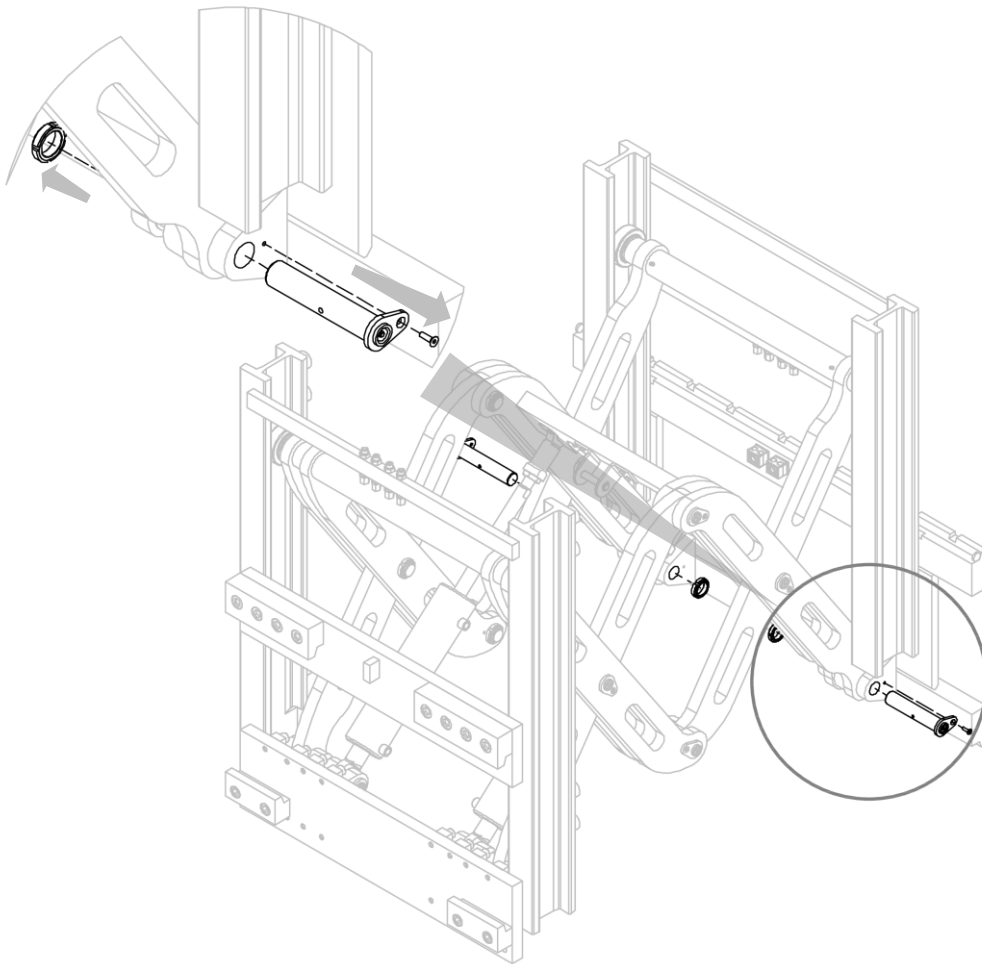

Figura 8
2. Retire los pasadores (con los correspondientes tornillos y tuercas) indicados en *Figura 8*.